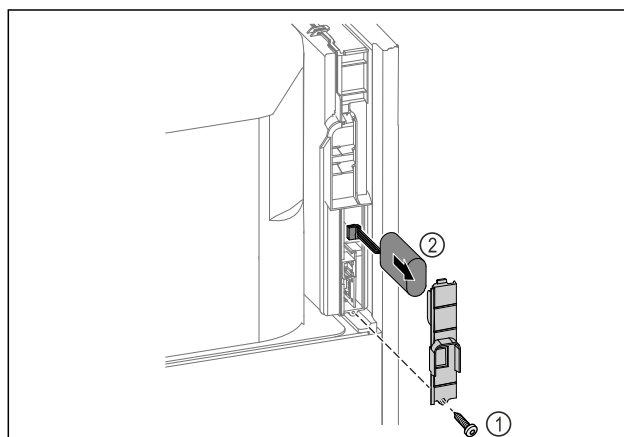

Fig. 219
- ▶ Svitare la vite e rimuovere la copertura sul retro dell'apparecchiatura Fig. 219 (1).
- ▶ Scollegare e rimuovere la batteria Fig. 219 (2).